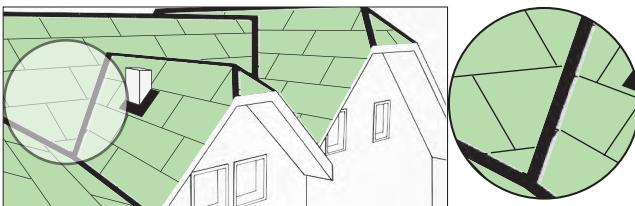

Abb.14 Senkrecht verlaufende Plattenstöße dürfen nicht in Kehlen münden.
- Bei Kehlen beachten, dass die senkrecht verlaufenden Plattenstöße immer auf einen unteren waagerechten Plattenstoß treffen und nicht in eine Kehle münden (mind. 10 cm waagrechte Fugenstoßlänge). Dadurch wird ein kapillarer Feuchte transport unter die Kehlenabklebung verhindert (Abb.14).